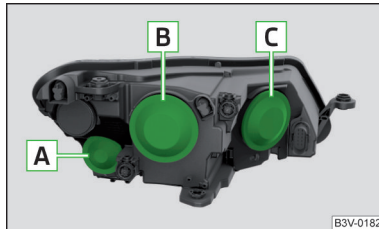

Abb. 360
Glühlampenanzordnung » Abb. 360
- » Die Schutzkappe **A** » Abb. 360 auf Seite 313 abnehmen.
- » Die Schutzkappe **A** » Abb. 360 auf Seite 313 einsetzen.
- » Die Schutzkappe **B** bzw. **C** » Abb. 360 auf Seite 313 abnehmen.
- » Die Schutzkappe **B** bzw. **C** » Abb. 360 auf Seite 313 einsetzen.